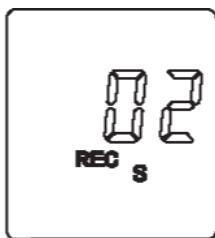

Рис.4
6. Для установки времени записи данных (на дисплее мигают значки «REC» и «S») используйте клавиши  и  возможно установить от 1 до 60 секунд. (Рис.4)